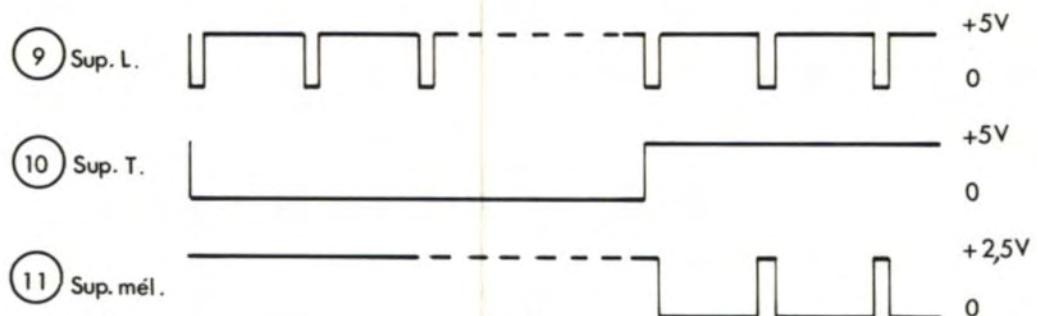

Fig 3.4
La porte Nand Z1b a deux entrées et reçoit, d'une part la suppression ligne issue de Q7 et d'autre part la suppression trame issue du diviseur décodeur au plot (10). Le mélange des suppressions est disponible à la sortie (11) fig. 3.4.